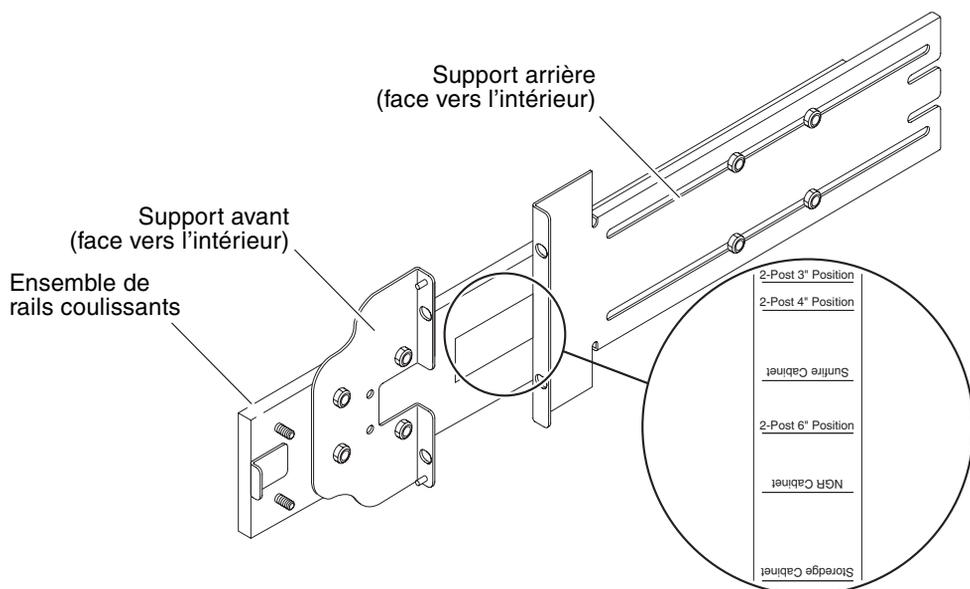

FIGURE 1-5 Ensemble de rails coulissants modifié pour une installation à deux montants
Dans le cas d'une installation à deux montants, vous pouvez démonter et remonter les ensembles de rails coulissants (voir FIGURE 1-5). Il est possible de régler les rails pour un rack de 19 pouces à 2 montants d'une profondeur comprise entre 7,5 et 15 cm.
3. Faites pivoter le support avant de 180 degrés et fixez-le face vers l'intérieur (voir FIGURE 1-5).
5. Faites pivoter le support arrière de 180 degrés de sorte qu'il soit tourné vers l'intérieur (voir FIGURE 1-5).